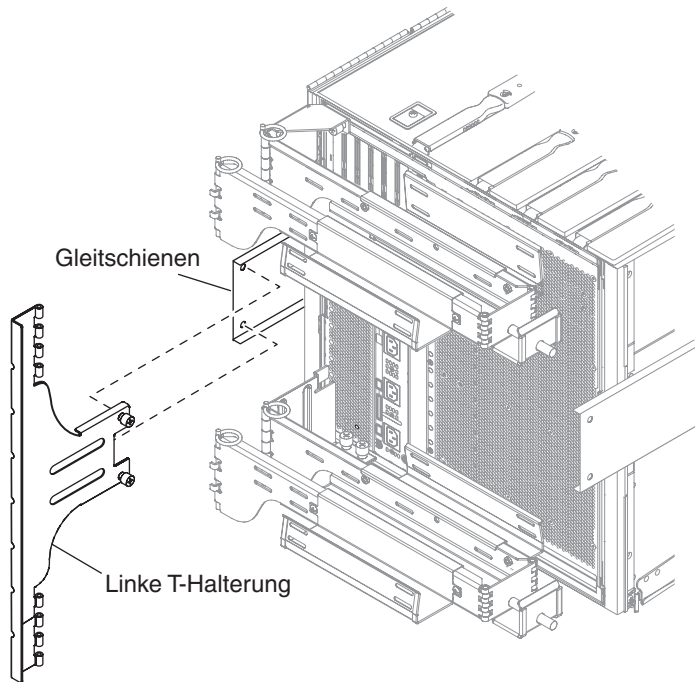

ABBILDUNG 1-23 Befestigen der linken T-Halterung
6. Befestigen Sie die linke T-Halterung mit den beiden unverlierbaren Schrauben an der linken Gleitschiene (ABBILDUNG 1-23).